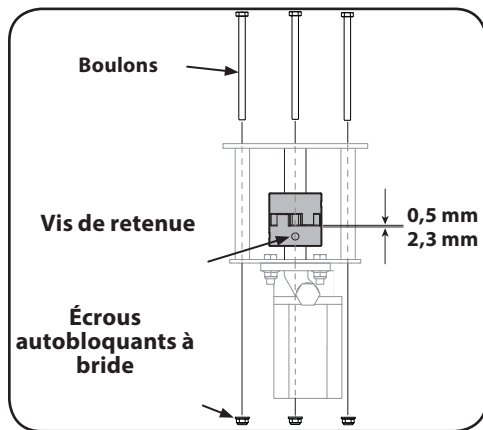

Figure 5-5
2. Enlevez les trois écrous à bride autobloquants et les trois boulons qui retiennent la pompe au boîtier du coussinet. Il y a deux écrous à bride autobloquants et deux boulons aux coins inférieurs et un écrou autobloquant ainsi qu'un boulon en haut, au milieu. Voir Figure 5-5
11. Laissez un écart de 0,5 mm à 2,3 mm (0,020 po à 0,090 po) entre le coussinet et le raccord du moteur. Pour ce faire, glissez une jauge d'épaisseur entre le coussinet et le raccord du moteur et déplacez le raccord selon le besoin. Installez la vis de retenue et serrez-la à un couple de 78 po/lb pour la fixer au raccord de la pompe. Voir Figure 5-5.